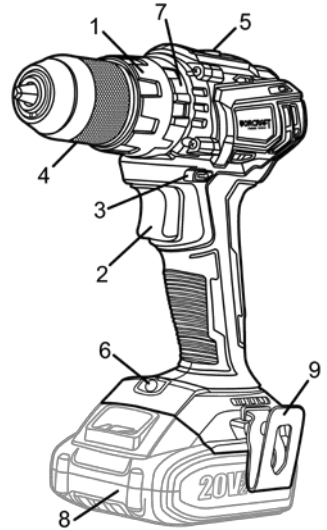

Рисунок 2
- швидкозатискний одномуфтовий трикулачковий металевий патрон (4, рисунок 2) із затискним діаметром 0,8-10 мм. Фіксацію змінного робочого інструменту можна виконувати однією рукою;
- електронний регулятор/вимикач (2, рисунок 2) для плавної зміни швидкості обертання патрона залежно від характеру робіт, які необхідно виконати;
- реверс (перемикач напрямку обертання патрона) (3, рисунок 2) з позицією блокування пускової клавіші (2, рисунок 2);
- кільце вибору режимів (7, рисунок 2):
2.5.2 Увімкнення та вимкнення шуруповерта здійснюється через натискання/відпускання пускової клавіші (2, рисунок 2). Вбудований у пускову клавішу електронний регулятор забезпечує регулювання швидкості обертання патрона (4, рисунок 2), величина якої залежить від ступеня натискання клавіші (2, рисунок 2). Максимальна швидкість обертання відповідає максимальному натисканню клавіші.
2.5.3 Для попереднього встановлення заданого моменту затягування при операціях загвинчування/відгвинчування гвинтів (саморізів) шуруповерт забезпечений торсійною муфтою. Необхідне значення виставляється за допомогою кільця регулятора моменту затягування (1, рисунок 2) шляхом його прокручування до фіксації на обраному значенні. Перед вибором зусилля крутного моменту, необхідно переконатися, що пускова клавіша (2, рисунок 2) не натиснута та патрон (4, рисунок 2) не обертається.
Щоб увімкнути шуруповерт, натисніть пускову клавішу (2, рисунок 2), для вимкнення – потрібно відпустити клавішу.
За допомогою механічного перемикача (5, рисунок 2) можна встановити один з двох діапазонів швидкостей роботи шуруповерта. Перемістіть повзунок механічного перемикача до упору в положення «1» для вибору швидкісного діапазону 0-400 об/хв, або до упору в положення «2» для діапазону 0-1600 об/хв (дивіться рисунок 6). Перший швидкісний діапазон рекомендується використовувати для режиму шуруповерта (загвинчування/відгвинчування) та свердління отворів великого діаметра у твердих матеріалах, а другий діапазон рекомендується для здійснення швидкого серійного свердління. Перемикачі швидкісні режими можна лише після повної зупинки електродвигуна.
За допомогою пускової клавіші (2, рисунок 2) можна змінювати швидкість обертання патрона. Швидкість обертання залежить від ступеня натискання клавіші: чим сильніше натискати, тим вище буде швидкість обертання, та навпаки.
Перемикач реверсу (3, рисунок 2) дозволяє змінювати напрям обертання патрона. В середньому положенні перемикача виконується блокування пускової клавіші (2, рисунок 2). Блокування необхідно застосовувати при зміні робочого інструмента та під час транспортування шуруповерта. Блокування унеможливує випадкове увімкнення електродвигуна та виключає можливість передчасного розрядження акумуляторної батареї.
Для виконання операцій загвинчування/відгвинчування поверніть кільце вибору режимів роботи (7, рисунок 2) у положення, при якому значок «гвинт» порівнюється зі стрілкою на верхній частині корпусу. Потім встановіть необхідний крутний момент, сумістивши вибране значення на кільці регулятора крутного моменту (1, рисунок 2) зі стрілкою на корпусі.
При виконанні технологічної операції «свердління» поверніть кільце вибору режимів (7, рисунок 2) у положення, при якому значок «свердло» порівнюється зі стрілкою на верхній частині корпусу.
При виконанні робіт з буріння пористого бетону або цегляної кладки поверніть кільце вибору режимів (7, рисунок 2) у положення, при якому значок «молоток» порівнюється зі стрілкою на верхній частині корпусу.